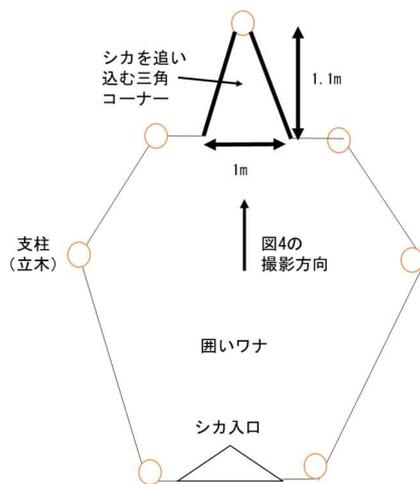
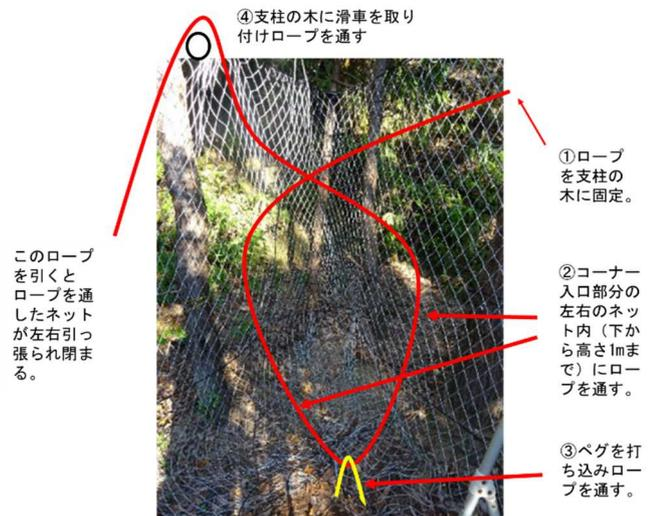

図3 シカを追込む三角コーナーを設けた
図4 三角コーナー入口部にロープを入れ、入口が
- 3) 捕獲後のシカの保定は、囲いワナの一部を外側に広げ、シカを追い込む三角コーナー（幅 1m、奥行き 1.1m）を設置し（図 3）、シカがそのコーナーに入った瞬間にロープを引いて左右のネットを閉めるようにして動きを制限する（図 4）。